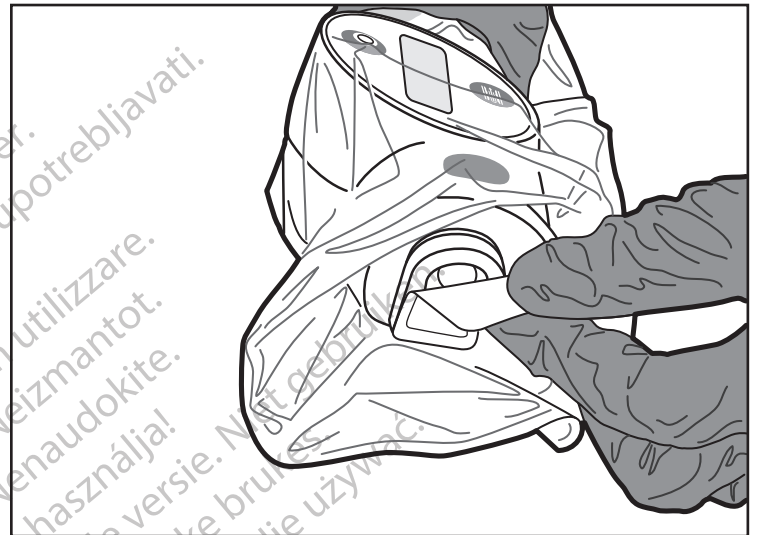

Abbildung 9. Entfernen des Aufklebers
- Vor dem Einsetzen des mit der MDU5 PLUS Motorantriebseinheit kompatiblen Katheters den Aufkleber von der Frontplatte entfernen und ordnungsgemäß entsorgen (Abbildung 9).